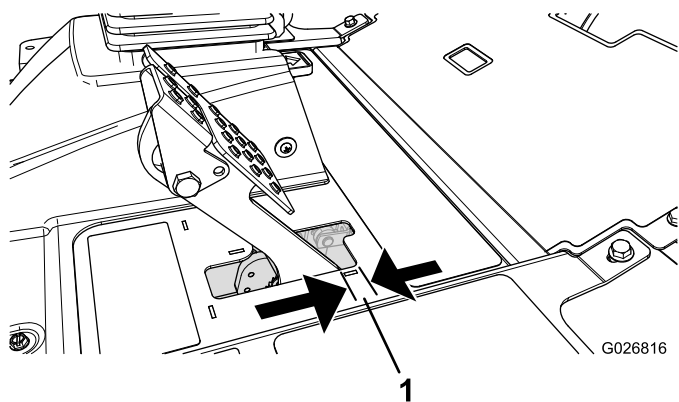

Figure 108
4. Enfoncez légèrement la pédale de frein et mesurez la distance que parcourt la pédale sans résistance (Figure 108).
**Remarque:** Réglez les freins si la garde à la pédale de frein est supérieure à 2,5 cm (1 po) (Figure 108) ou si la force du frein doit être augmentée.
6. Serrez les écrous arrière afin de pouvoir déplacer le câble en arrière jusqu'à obtention d'une garde à la pédale de frein de 6 à 13 mm ( $\frac{1}{4}$  à  $\frac{1}{2}$  po) (Figure 108), avant que le frein de stationnement ne bloque les roues.